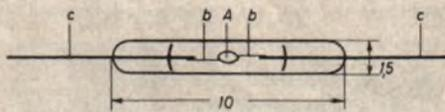
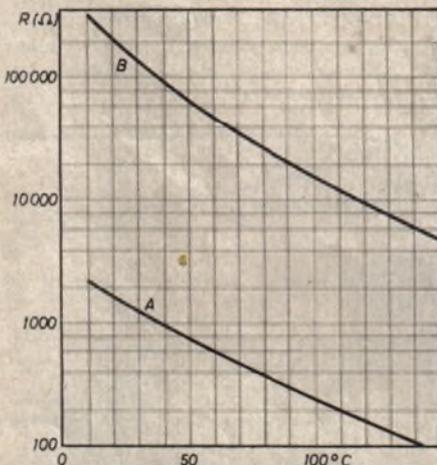

Abb. 11. Philips-Zwerg-NTC-Widerstand, Aufbau.
Abb. 12. Widerstands-/Temperaturkennlinie der in Abb. 11 skizzierten Zwerg-NTC-Widerstände
Der Aufbau wird in Abb. 11 erläutert: A ist ein Kugelförmiges Widerstandsmaterial, gehalten von zwei Platinkontakten b mit 0,05 mm Ø und zwei Anschlußdrähtchen c von je 25 mm Länge. A und b stecken in einer gasgefüllten Glasröhre, die vakuumdicht um die Anschlußdrähte geschmolzen ist. Abb. 12 zeigt die Widerstands-/Temperaturkennlinie für die beiden Grundtypen 83 900 (A) und 83 901 (B).